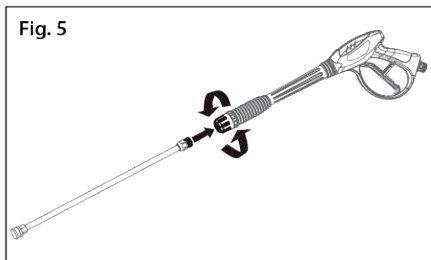

Fig. 5
**Fig. 5 e 6** - Tal como ilustram as figuras em baixo representadas, instale a lança no gatilho da pistola, aperte bem as roscas de forma a fixar os dois acessórios. De seguida, pegue na mangueira de alta pressão e encaixe na parte inferior do gatilho e aperte bem a rosca.